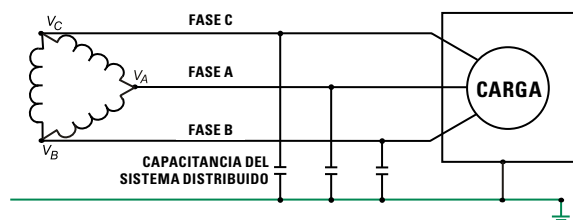

FIGURA 4
Los sistemas CA no conectados a tierra, tales como el indicado en la Figura 4, fueron usados donde la continuidad de la energía era crítica. Por ejemplo, plantas químicas o refinerías involucrando procesos que no se pueden interrumpir sin pérdidas extensas en dinero o de producto que pudieran ocurrir en sistemas sin conexión a tierra. Sin embargo, la experiencia ha probado que estos sistemas son problemáticos y se están reemplazando con sistemas de resistencia de puesta a tierra. Dos problemas mayores con los sistemas sin conexión a tierra, son los sobre voltajes transitorios y la dificultad de ubicar las fallas a tierra.
- Un sistema sin conexión a tierra no tiene un punto en el sistema que esté intencionalmente puesto a tierra (diferente a un perno de conexión eléctrica normal que siempre está presente para conectar las partes metálicas que no conducen corriente a tierra). La conexión a tierra ocurre solamente a través del sistema de capacitancia a tierra (como lo muestra la Figura 4).